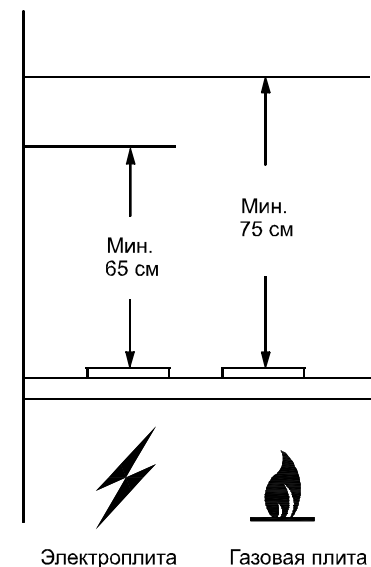

РИС. 1
1.2. Зонт устанавливайте на высоте согласно рис. 1.
4.6. Зонт устанавливайте над плитой согласно рис. 1.